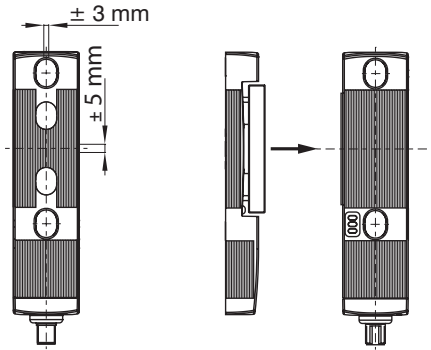

Fig. 1 : Décalage latéral maximal autorisé et sens d'action de la force de verrouillage
- Le dispositif de verrouillage de sécurité doit être exploité dans le sens d'action de la force de verrouillage (voir fig. 1).